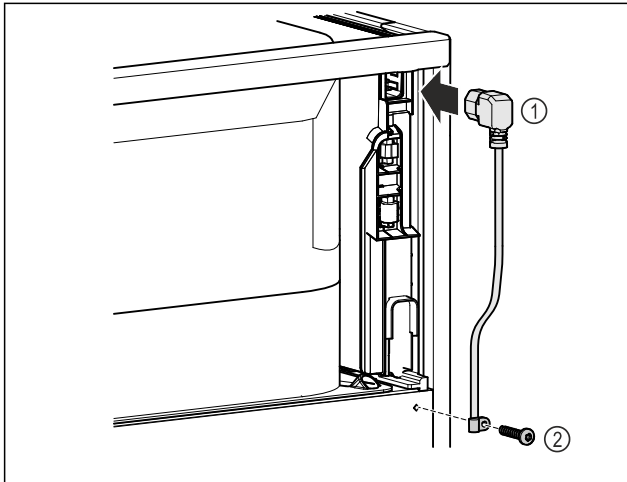

Fig. 11
- ▶ Вставьте разъем сетевого кабеля, предназначенный для устройств, не выделяющих тепла, Fig. 11 (1) с задней стороны устройства.
- ▶ Установите приспособление для разгрузки натяжения кабеля. Fig. 11 (2)